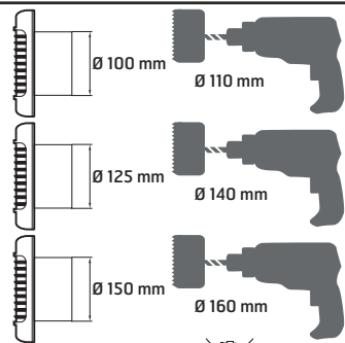

Fig. 2
1. Skjær ut et hull i veggens som er litt større enn viftens diameter. Anbefalt hultaking, se Fig. 2.
Rekommenderad hålttagning, se Fig. 2.